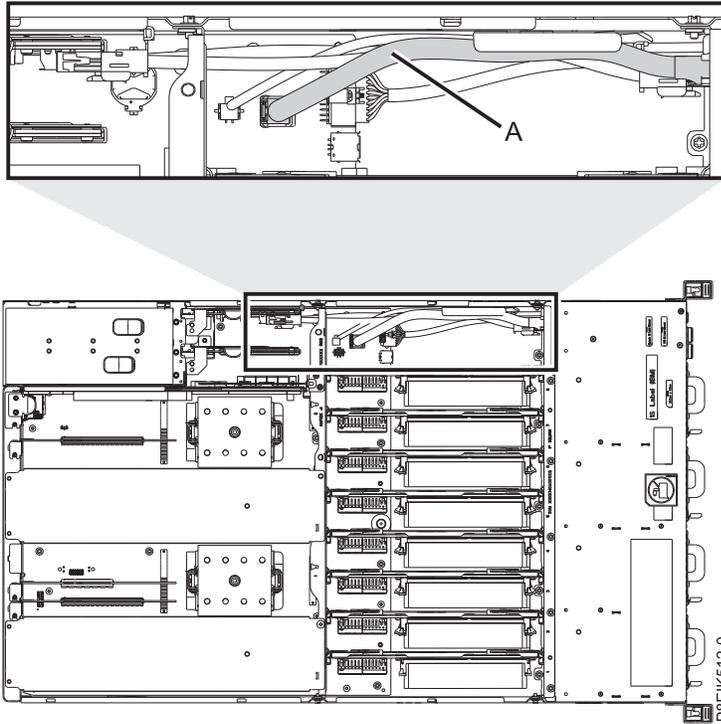

図 54. ディスクおよびファン信号ケーブルおよびコネクタの位置
2. ディスクおよびファン信号ケーブル (A) の位置を確認します。このケーブルは、システム・バックプレーンからシステム内部を伝ってディスク・ドライブおよびファン・カードに接続されます。47 ページの図 54を参照してください。